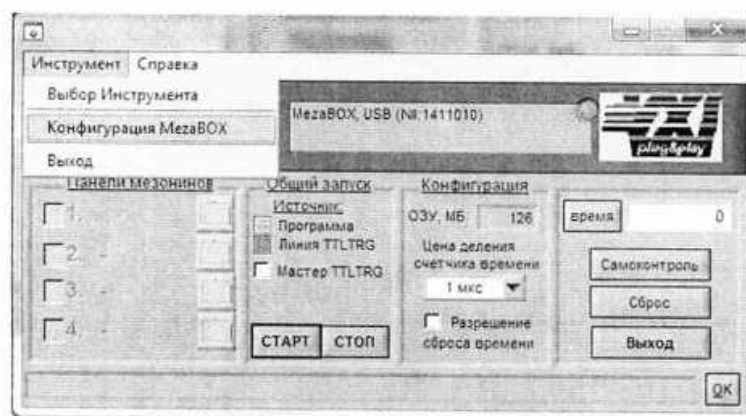

Рисунок 13 – Управляющая панель инструмента НМ
2.3.5 Управляющая панель инструмента НМ (см. ФТКС.66902-01 34 01 Управляющая панель инструмента НМ Руководство оператора) может быть использована для конфигурации BT-96. Для открытия окна конфигурации необходимо запустить на исполнение управляющую панель инструмента НМ (в меню Пуск\Все программы\VXIPNP) «Н.М. и мезонины. Управляющая панель» и выбрать вкладку «инструменты». В ней мы переходим к «Конфигурации MezaBOX», наведя курсор мыши на надпись. После этого кликните левой кнопкой мыши по надписи (см. рисунок 13). Описание окна конфигурации приведено в п. 2.3.6.1.